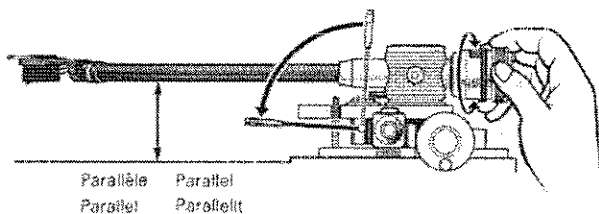

Fig. 17
1. Abaisser le levier du lève-bras et dégager le bras de son support. Tourner le contre-poids jusqu'à ce que le bras se trouve en équilibre parfait. (Fig. 17)
1. Tonarmlift nach vorn umlegen und den Tonarm von der Stütze abheben. Das Ausgleichsgewicht am hinteren Ende des Tonarms so lange im oder entgegengesetzt dem Uhrzeigersinn drehen, bis der Tonarm ausbalanciert ist und nur noch leicht auf- und abpendelt (Fig. 17)
1. Zet de hendel van de toonarmlift naar beneden en neem de toonarm van de armsteun. Draai het conragewicht zodanig tot de toonarm in evenwicht is. (Fig. 17)
1. Sätt spaken för tonarmslyft och för ut tonarmen från stödet. Vrid motvikten så att tonarmen balanserar. (Fig. 17)